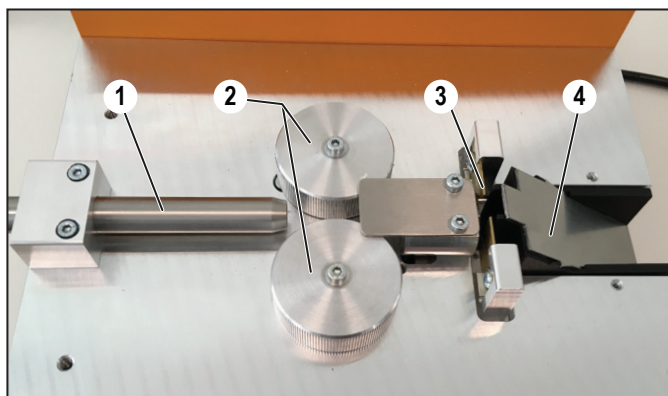

Figure 7.2 Nettoyez la zone de travail
- Tuyau d'alimentation (Figure 7.2, 1)
- Rouleaux d'avance (Figure 7.2, 2)
- Zone de coupe (Figure 7.2, 3)
- Glissière (Figure 7.2, 4)